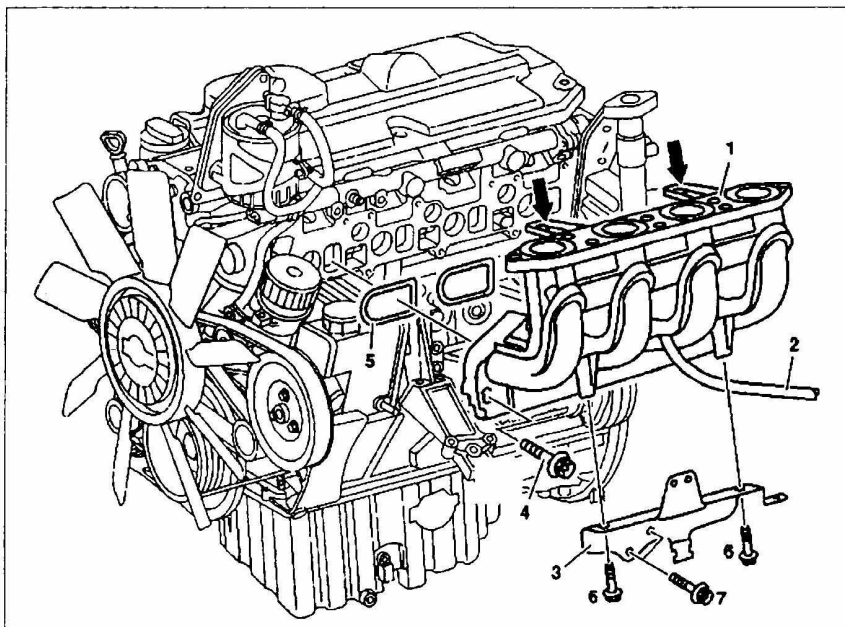

Рис. 38. Снятие и установка нижней части коллектора распределения нагнетаемого воздуха:
3. Снимите кронштейн **3** с нижней части коллектора распределения нагнетаемого воздуха (рис. 38).